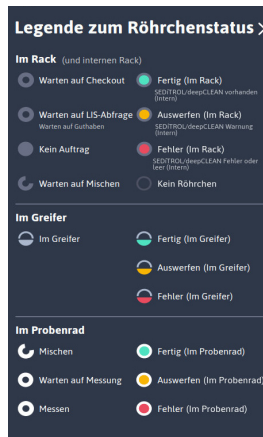

Abbildung 16
- Beispiel-Legende:** Farblegende für den Status der integrierten Probe (Abbildung 16).
- Probenstatus:** Jeder Kreis stellt eine Probenposition dar. Das Antippen eines der Kreise zeigt Informationen über die Probe an dieser spezifischen Position an. Die Kreise sind farblich kodiert, um den Status der Proben anzuzeigen, und die Probenlegende (Abbildung 16) kann durch Antippen des Fragezeichen-Symbols (2) in der oberen rechten Ecke des Startbildschirms angezeigt werden.